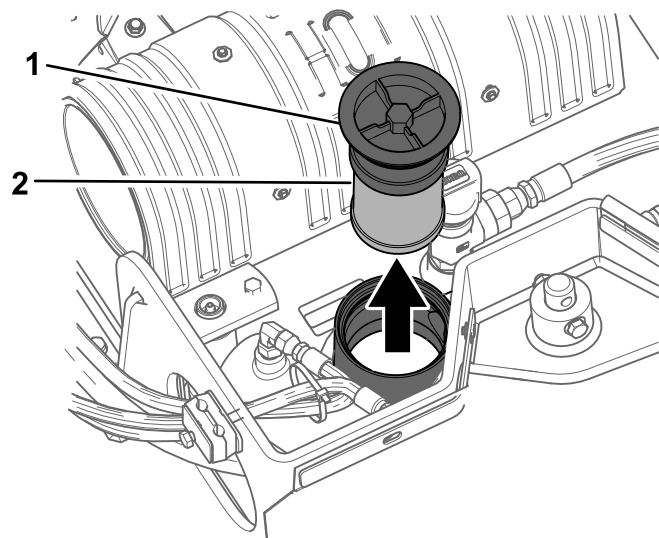

Figura 58
5. Pulite l'area intorno al collo del bocchettone del serbatoio idraulico e rimuovete il tappo ed il filtro dal collo del bocchettone usando una chiave a tubo (Figura 58).
4. Togliete il filtro dell'olio e gettatelo (Figura 58).
5. Inserite il filtro idraulico di ricambio e il tappo di riempimento (Figura 58) e serrate il bullone in alto a una coppia compresa tra 21 e 25 N·m.
5. Togliete il tappo di riempimento del serbatoio idraulico e il filtro (Figura 58).
10. Inserite il filtro idraulico e il tappo di riempimento (Figura 58) e serrate il bullone in alto a una coppia compresa tra 21 e 25 N·m.